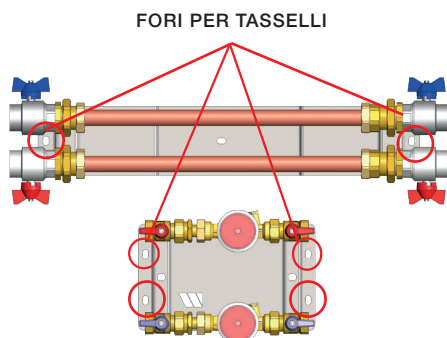

Figura 12
- Fissare la dima alla parete con tasselli tipo fisher utilizzando le apposite asole come illustrato in **Figura 12**.